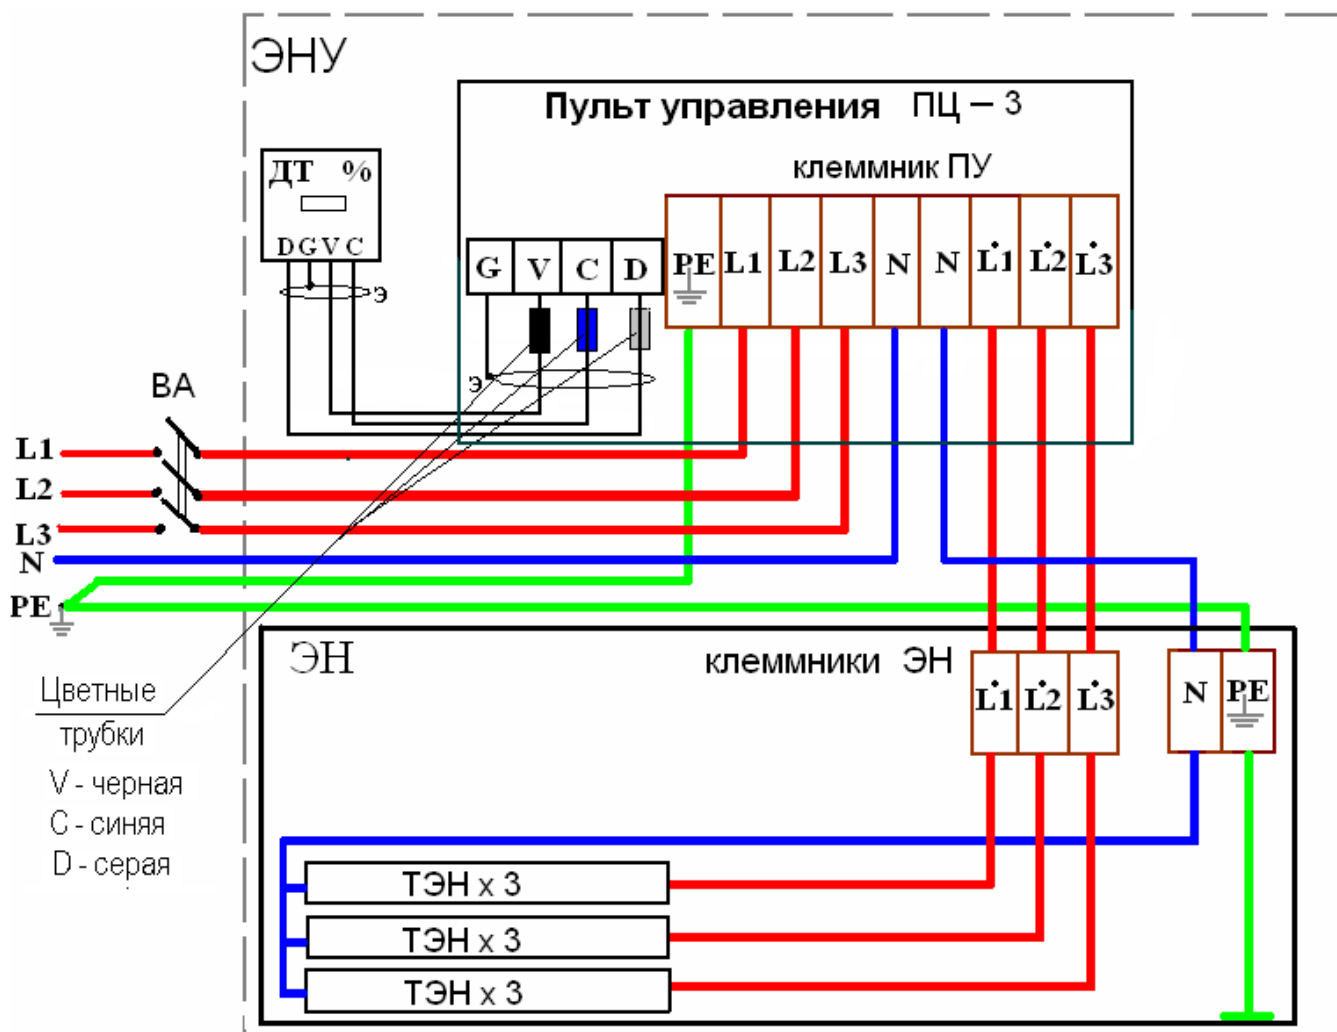

Рис.3.
5.2. Вывернув 2 самореза снять крышку клемника. В соответствии с монтажной схемой (см.рис. 3.) подключить провода в термостойкой изоляции.
6.5. Линия датчика - это экранированный трехжильный провод, или скрученные между собой четыре провода МГТФ длиной 3,5м с маркировкой на концах проводов (см. рис.3).